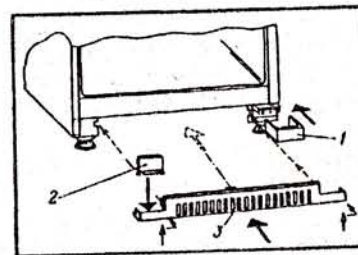

Рис.4. Схема установки кронштейна:
5.8. Установите комплектующие изделия в морозильник по рис.1. Установка деталей 6, 7, 8 (рис.1) показана на рис.4 при открытой двери морозильника.
Сначала на петлю нижнюю одевается кронштейн 1. Затем кронштейн 3, немного приподняв двумя руками вверх, зацепить ручками, как показано на рис.4 и дополнительно нажать рукой по центру, где защёлка закрепит его окончательно. Последней в кронштейн вставляется шторка 2.